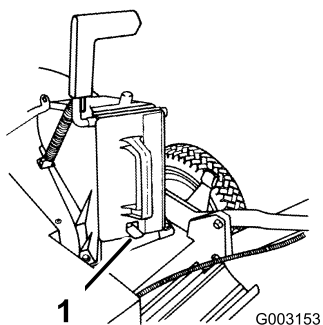

Figure 7
3. Enfoncez complètement l'obturateur jusqu'à ce que le loquet à ressort situé au bas s'enclenche en position, et fixe fermement l'obturateur dans le conduit de l'éjecteur (Figure 7).